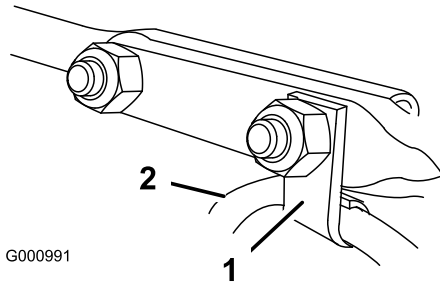

Bild 11
- Setzen Sie die Kabelklemme, die das Ablenkkabel stützt, auf die vordere Schlossschraube auf. Befestigen Sie die Schlossschrauben mit den Sicherungsmuttern aus der Tasche mit den lose mitgelieferten Teilen (Bild 11).